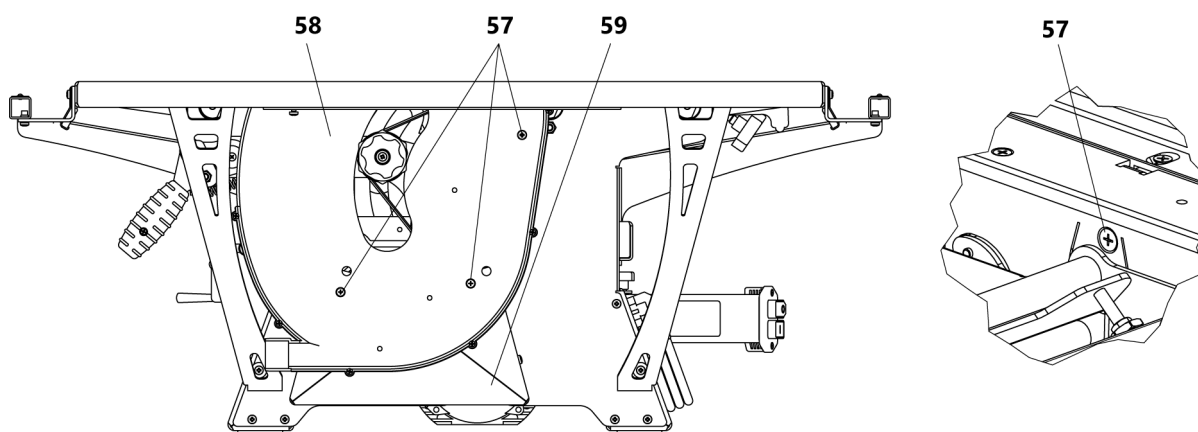

Рисунок 21 Демонтаж задней части кожуха пильного диска
- снять заднюю часть кожуха пильного диска 58 (рис. 21), вывернув оставшиеся три винта крепления 57;